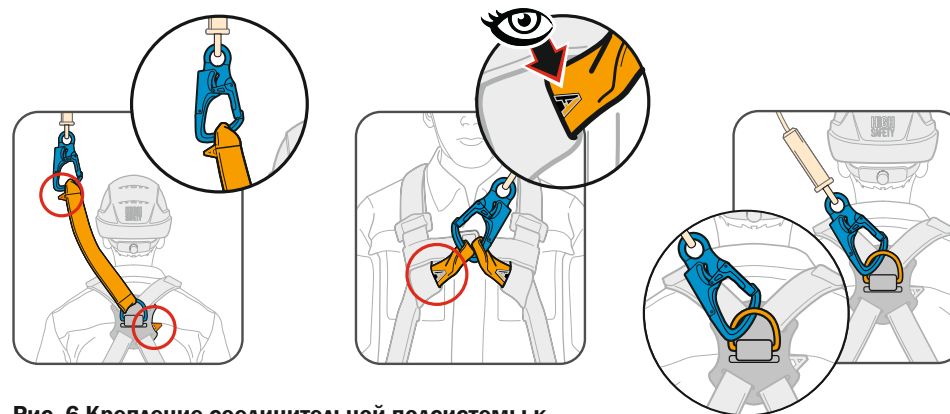

Рис. 6 Крепление соединительной подсистемы к анкерным точкам на привязи.
3. Соединить карабин соединительной подсистемы с точкой крепления привязи с маркировкой «А» (буква «А» должна быть полностью закрашена) или соединив одновременно с двумя точками крепления, обозначенными половиной буквы «А» (**рис. 6**).